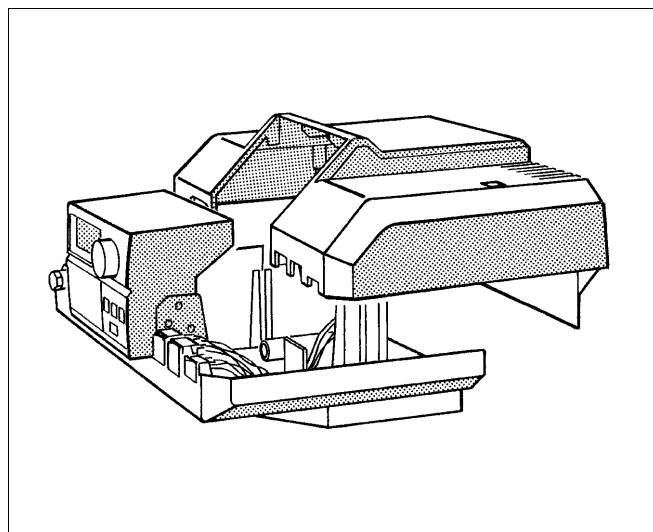

Рис. 20 Монтаж системы управления 2000
- Установите крышку и закрепите систему управления винтами (рис. 20).